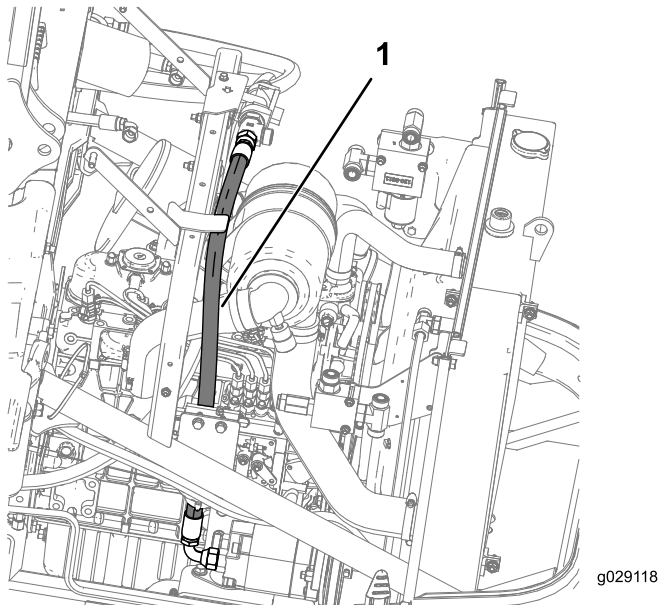

図 28
8. 図 28 に示すように、油圧ホースCを、フィルタヘッドアセンブリのT字フィッティング 5/8 x 5/8 x 3/4 インチ、オス から、ギアポンプアセンブリのアダプタフィッティング 5/8 x 3/4 インチ、オス に取り付ける。